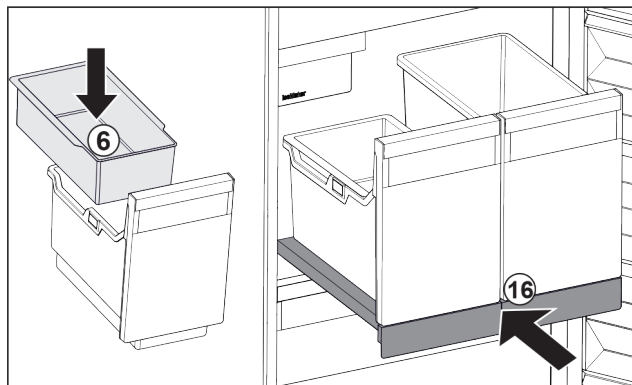

Fig. 91
- ▶ Vložte závesnú misku Fig. 91 (6) na kocky ľadu.
- ▶ Zasuňte vyťahovaciu poličku s nádobou (IceTower). Fig. 91 (16)